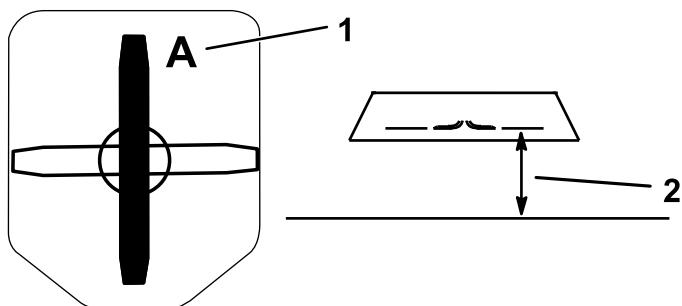

Figura 35
2. En una superficie nivelada, mida la distancia al filo de corte en la posición A de la cuchilla (Figura 35).